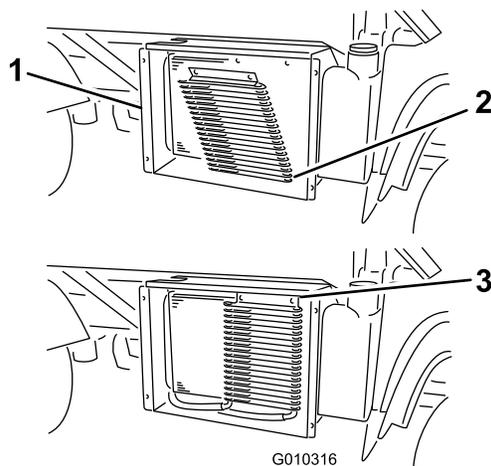

図 58
3. ラッチを外し、オイルクーラを装備している場合にはそれを倒してラジエーターから遠ざける (図 58)。